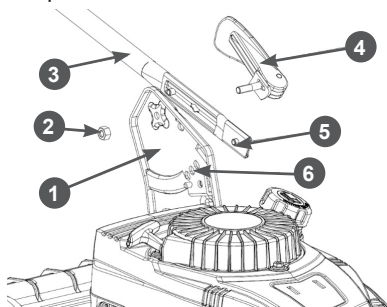

Рис. 4. Установка нижней части рабочей рукоятки
2. Установите нижнюю часть рабочей рукоятки 3 (Рис. 4). Для этого вставьте штифт 5 нижней части рабочей рукоятки, в одно из трёх отверстий регулировки высоты 6 (Рис. 4). Затем совместите отверстия в нижней части рукоятки и кронштейне, вставьте в образовавшееся отверстие эксцентриковый рычаг 4 и накрутите шестигранную гайку 2 (Рис. 4), не затягивая её. Точно также установите другую сторону нижней части рабочей рукоятки. Зафиксируйте обе стороны поворотом эксцентриковых рычагов. Убедитесь, что рукоятка установлена в одно и том же положении с обеих сторон.